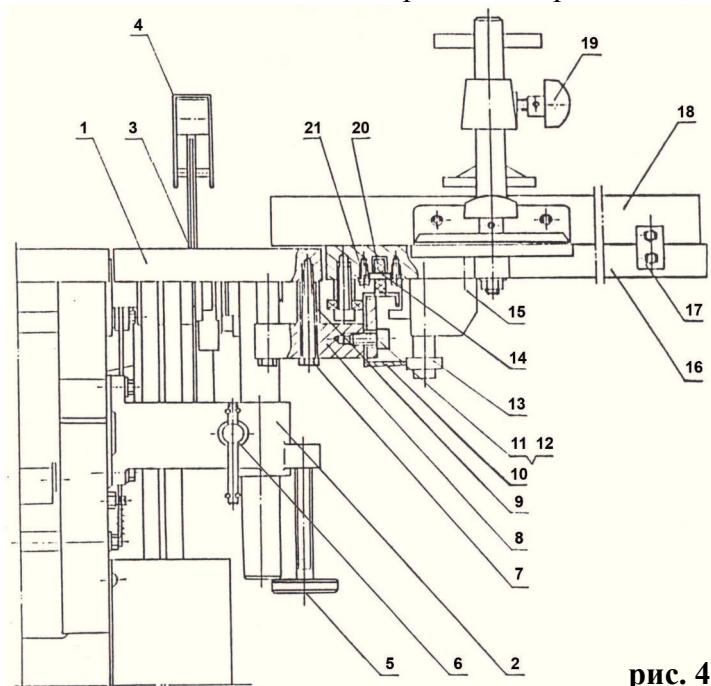

рис. 4
4.4 Общий вид стола для пиления и торцевания представлен на рис. 4
- Отвинтите два винта и снимите металлическую вставку расположенную на столе для пиления 1 (рис. 4);
- вращением винта регулировочного 6 (рис. 4) отрегулируйте высоту стола 1 (рис. 4), предварительно ослабив ручку 5 (рис. 4);
4.7 Справа от столов для строгания установлен стол 1 (рис. 4) для пиления. Высота стола пиления регулируется винтом регулировочным 6 (рис. 4), фиксируется ручкой 5 (рис. 4). Пильный диск 3 (рис. 4) закрывается сверху защитным кожухом 4 (рис. 4), имеющим в своём составе расклинивающий нож. Стол для пиления 1 (рис. 4) имеет вставку, крепящуюся двумя винтами. При установке на валу фрезы, вставка снимается.
- вращением винта регулировочного **6** (рис. 4) отрегулируйте высоту стола **1** (рис. 4), предварительно ослабив ручку **5** (рис. 4) ;